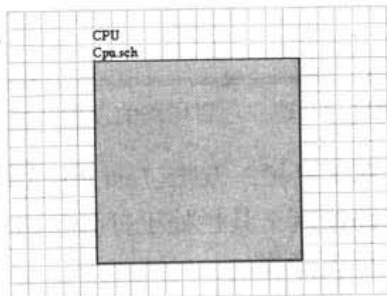

图 6-10 放置后的 CPU 方块电路图
- (6) 确定方块电路图位置和大小: 设置好属性后, 系统仍然处于浮动方块电路图状态, 移动鼠标到中间位置, 单击鼠标左键或按下 Enter 键, 确定方块电路图的左上角位置; 十字光标转换到方块图的右下角, 再移动鼠标到合适大小, 单击鼠标左键或按下 Enter 键, 确定方块图的右下角, 如图 6-10 所示, 它表示了子电路图 Cpu.sch。